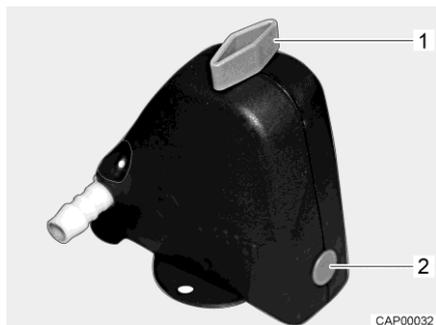
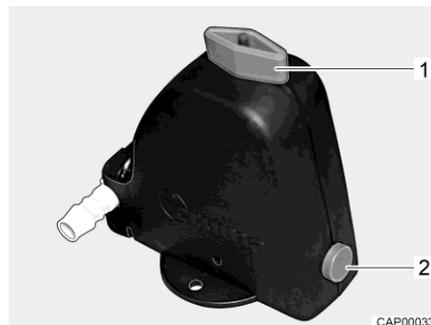

Fig. 125 Válvula de seguridad/purga cerrada
Fig. 126 Válvula de seguridad/purga abierta
- Abrir la válvula de seguridad/purga (Fig. 125). Para ello, girar el botón giratorio (Fig. 125,1) a la posición longitudinal en referencia a la válvula de seguridad/purga. El botón (Fig. 125,2) salta hacia fuera. La válvula de seguridad/purga abierta se muestra en Fig. 126.